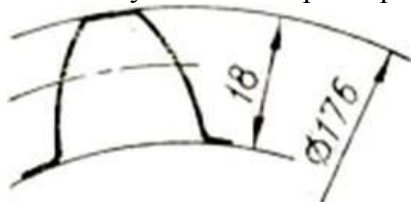

Рис.3
9. Установите порядок действий. Сколько, зубьев имеет нормальное прямозубое зубчатое колесо с указанными размерами (рис. 3)?